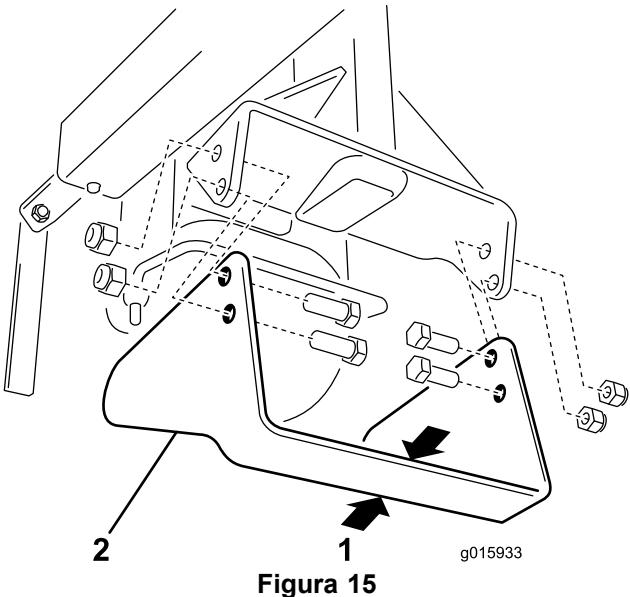

Figura 15
Controllate di frequente la lama del rifinitore di bordi e sostituitela quando la sua larghezza si è ridotta a 32 mm (Figura 15).
3. Rimuovete le 4 viti e i 4 dadi che fissano la lama al braccio porta-lama (Figura 15).